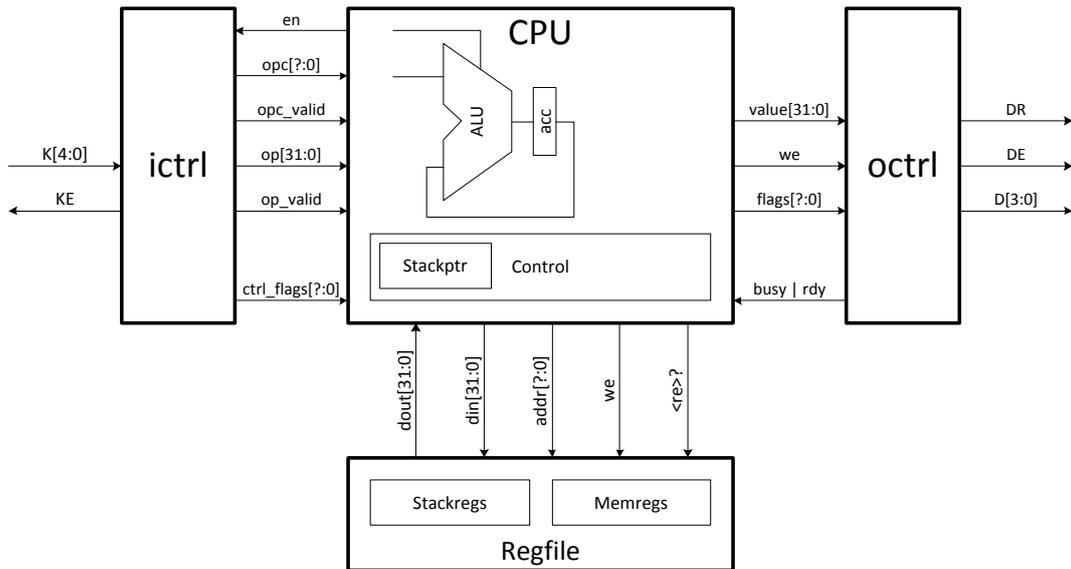

Abbildung 2: Blockschaltbild
- Implementieren Sie das Design modular und überlegen Sie sich, welche Schnittstellen notwendig sind. Orientieren Sie sich an dem folgenden Blockschaltbild in Abbildung 2. Das Blockschaltbild ist nicht zwingend vollständig. Überlegen Sie sich, welche zusätzlichen Signale benötigt werden.